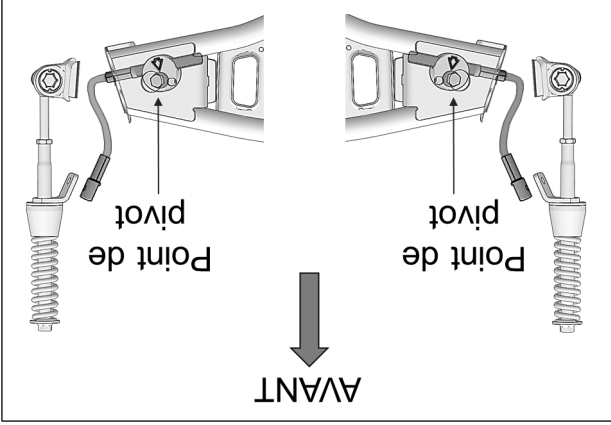

Fig. 24
15. À l'assemblage, assurez-vous que le point de pivot du disque en aluminium soit positionné en avant du câble du limiteur de conduite. Voir la Fig. 24